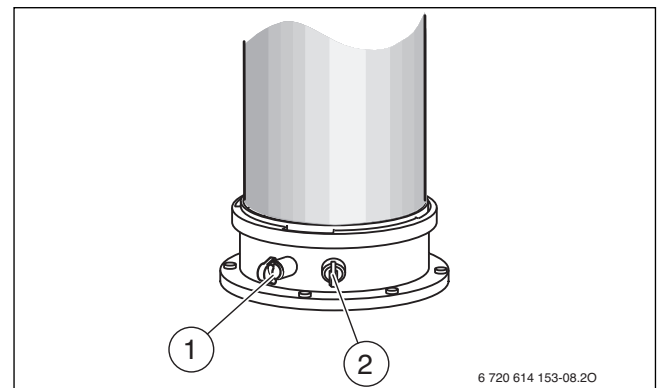

Fig. 42 Orificiul de măsurare a gazelor arse și orificiul de măsurare a aerului de ardere
- ▶ Îndepărtați dopurile de la orificiul de măsurare a gazelor arse [1] (→ Fig. 42).